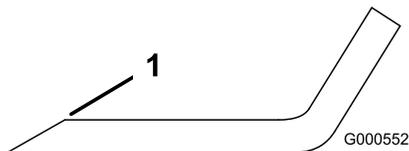

Figura 68
1. Utilize uma lima para afiar a aresta de corte em ambas as extremidades da lâmina (Figura 68).
Nota: Se lâmina não estiver equilibrada, lime algum metal da extremidade da aba apenas (Figura 68).